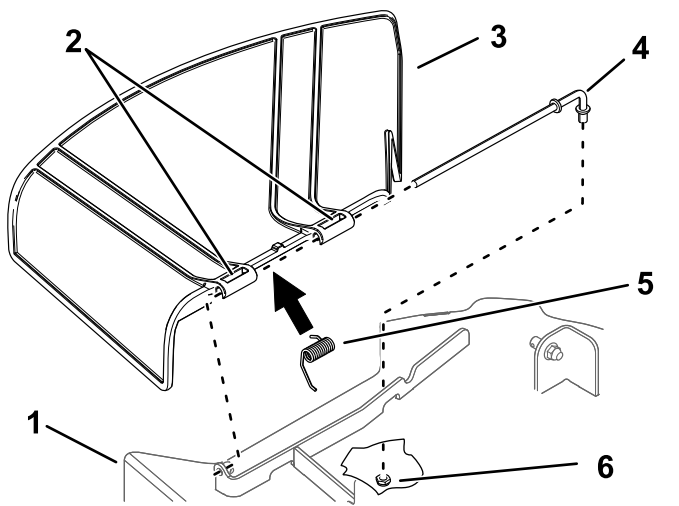

Figure 78
1. Retirez l'écrou ( $\frac{3}{8}$ " ) de la tige, sous le plateau de coupe (Figure 78).
- Sortez la tige du support du plateau, du ressort et du déflecteur d'herbe (Figure 78).
- Montez le nouveau déflecteur d'herbe (Figure 78).
- Insérez la tige dans le second pivot du déflecteur d'herbe (Figure 78).
- Fixez l'extrémité arrière de la tige dans le plateau de coupe à l'aide d'un écrou (3/8"), comme montré à la Figure 78.